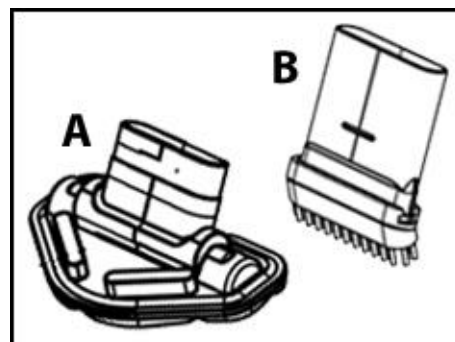

Fig. 4
Suplemento de cepillo (B): Para una limpieza a fondo y específica. (Fig. 4)